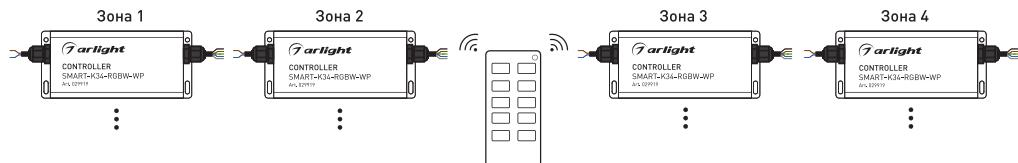

Рисунок 3. Вариант построения системы с 4-зонным пультом дистанционного управления
- 3.8. При использовании многозонных пультов ДУ или панелей можно построить разветвленную систему управления [рисунок 3].